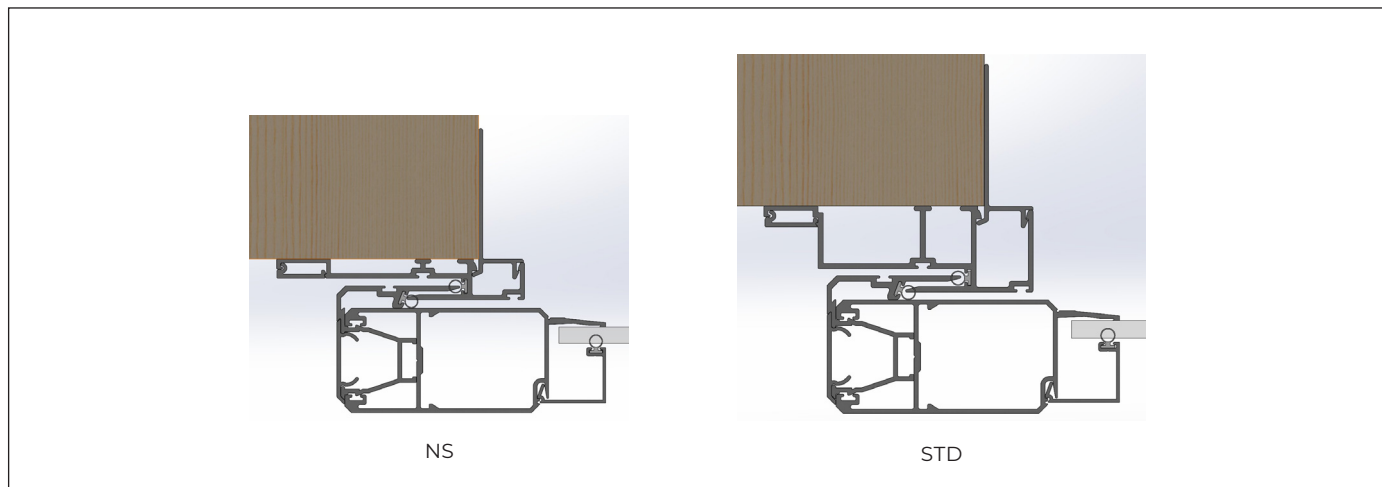

Figura 24
10. El **gancho tipo P** no tiene muesca y se coloca sobre el elevador del umbral y justo debajo del cabezal. Hay dos tipos de ganchos tipo P: uno para el elevador del umbral estrecho y otro para el elevador de caja (estándar). (Consulte la figura 24).